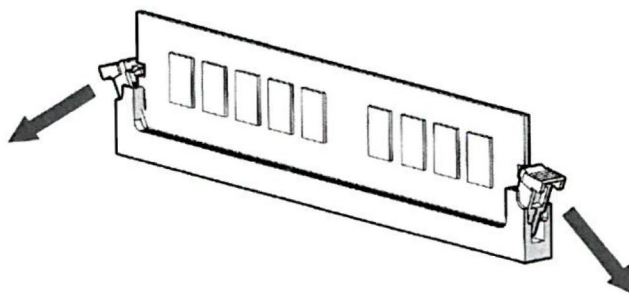

Рисунок 7 – Раздвижение фиксаторов слота
- раздвинуть фиксаторы с обеих сторон слота наружу, чтобы освободить модуль памяти (рисунок 7);